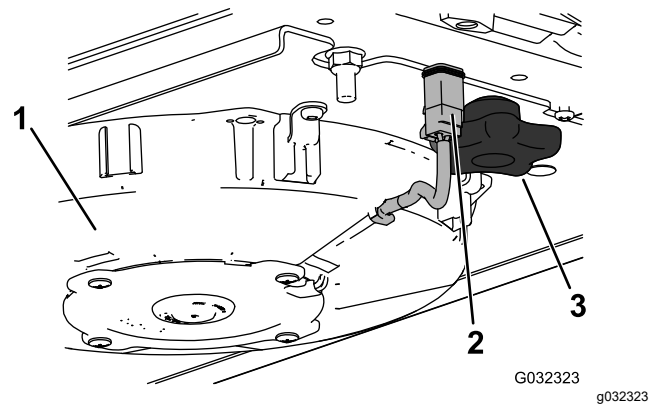
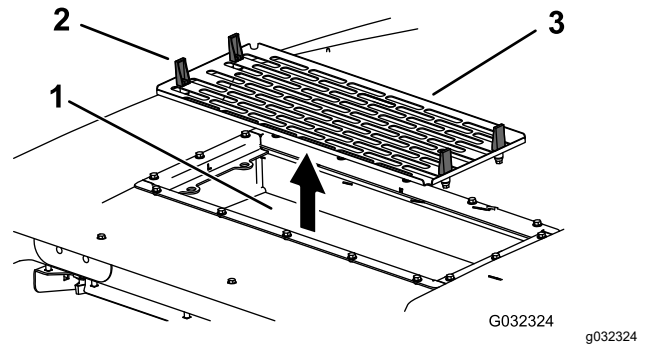

Figura 150
Figura 151
6. Instale los filtros de aire, la rejilla y el conjunto del ventilador (Figura 148, Figura 150 y Figura 151).
7. Conecte el cable de cada ventilador (Figura 150).